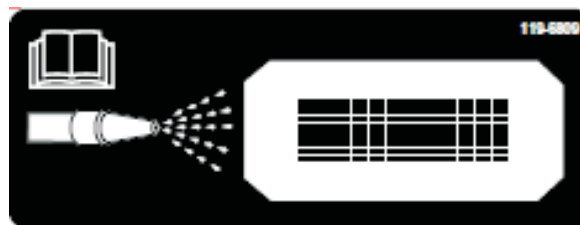
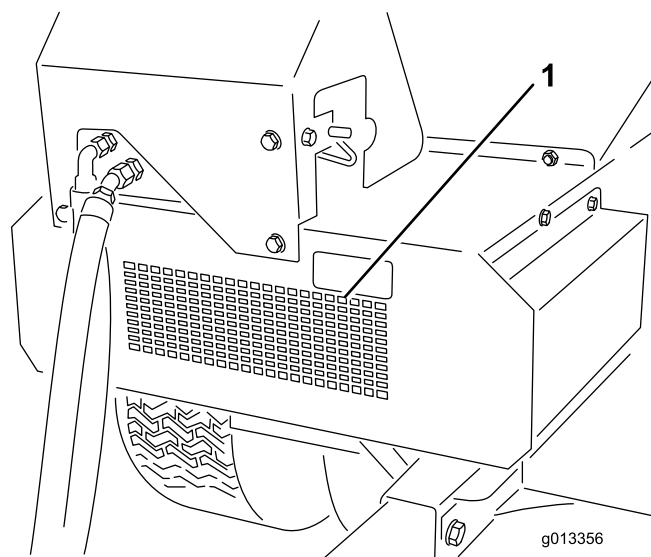

Рисунок 51
Рисунок 52
10. Найдите табличку, обозначающую отверстие для очистки в передней части подкормщика ProPass (Рисунок 51), с помощью садового шланга заливайте воду через защитную сетку до тех пор, пока нижний щиток не будет полностью очищен от разбрасываемого материала (Рисунок 52).